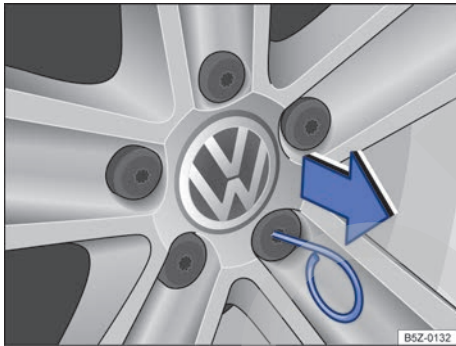

Fig. 181 Retirar las caperuzas de los tornillos de rueda.
- Pase el gancho extractor por la abertura de la caperuza → fig. 181 y retírelo en el sentido de la flecha.